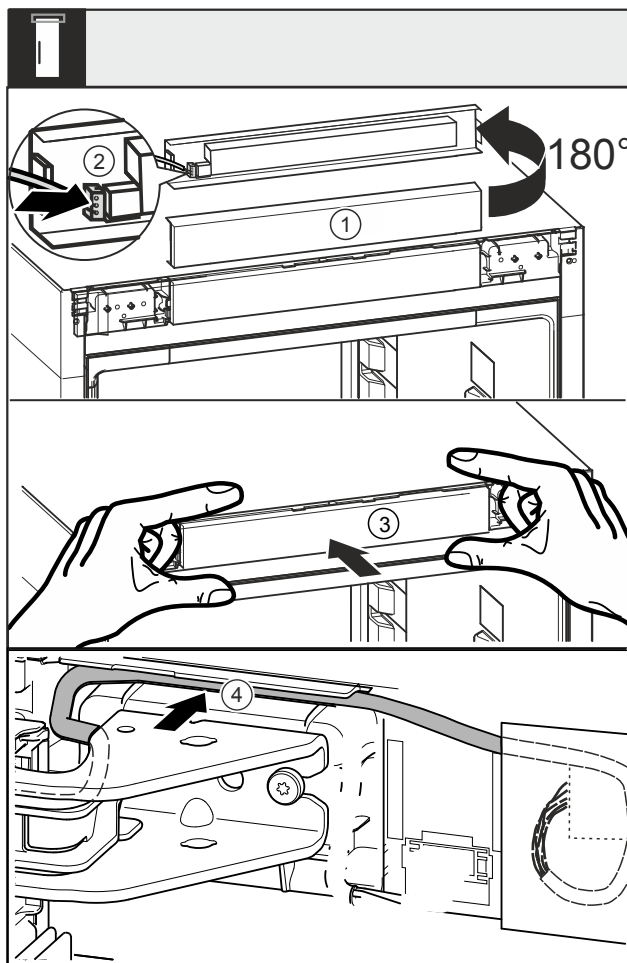

Fig. 47
- ▶ Paneel Fig. 47 (1) 180° naar boven draaien.
- ▶ Stekker Fig. 47 (2) op het bedieningspaneel vastklikken.
- ▶ Paneel Fig. 47 (3) weer op het apparaat vastklikken.
- ▶ Kabel voorzichtig in de geleiding Fig. 47 (4) boven het bovenste lagerboks leggen.